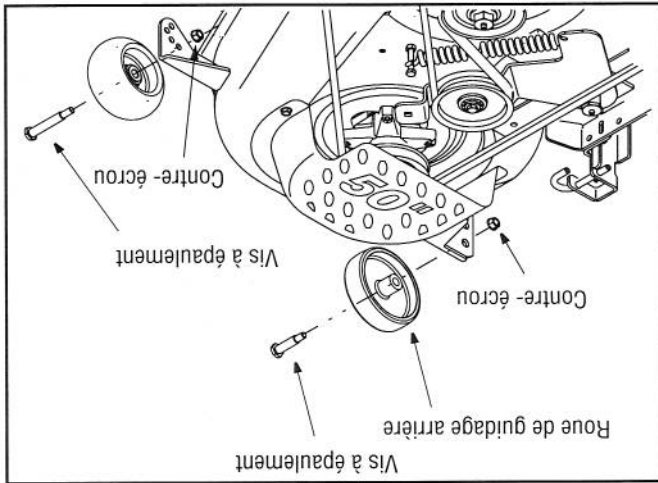

Figure 5
- Placez le tracteur sur une surface ferme et plane, de préférence goudronnée. Consultez la Figure 5 et procédez comme suit :